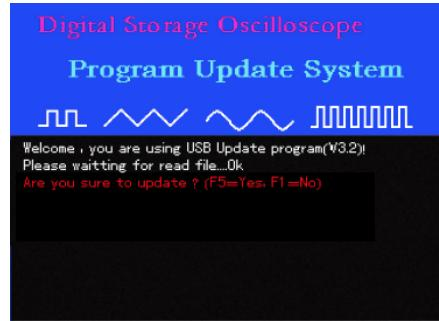

图5-3
4、升级系统对选中的升级文件进行判别，符合程序升级条件后，进入图5-3所示界面，提示“请您确认是否需要继续进行程序升级”。
5、在图5-3所示界面上，按[F5]，确定需要对当前程序进行升级，进入如图5-4所示界面。提示用户“程序正在进行更新，整个过程需要持续3~5分钟。在更新系统时，请勿切断电源，否则会出现未知的错误。当前程序更新进度为…%”。